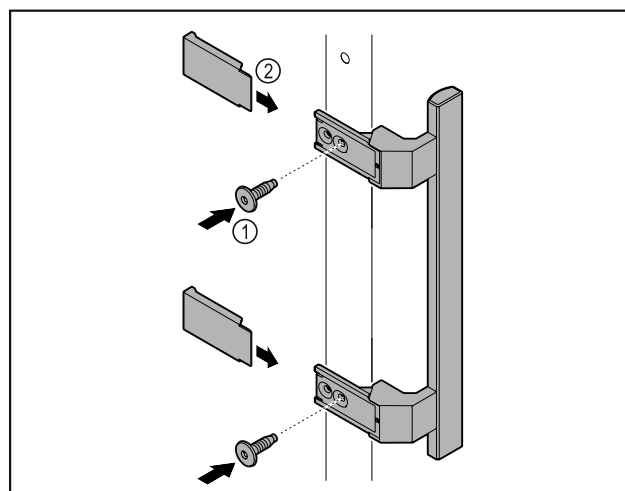

Fig. 5
- Meegeleverde greep met de meegeleverde schroeven Fig. 5 (1) op de deur aanbrengen.
- Afdekking Fig. 5 (2) plaatsen.